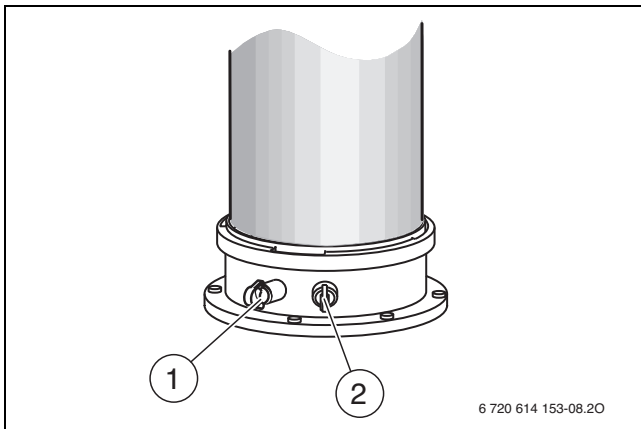

Bild 20 Abgassensstutzen und Verbrennungsluft-Messstutzen
- ▶ Stopfen am Verbrennungsluft-Messstutzen (→ Bild 20, [2]) entfernen.